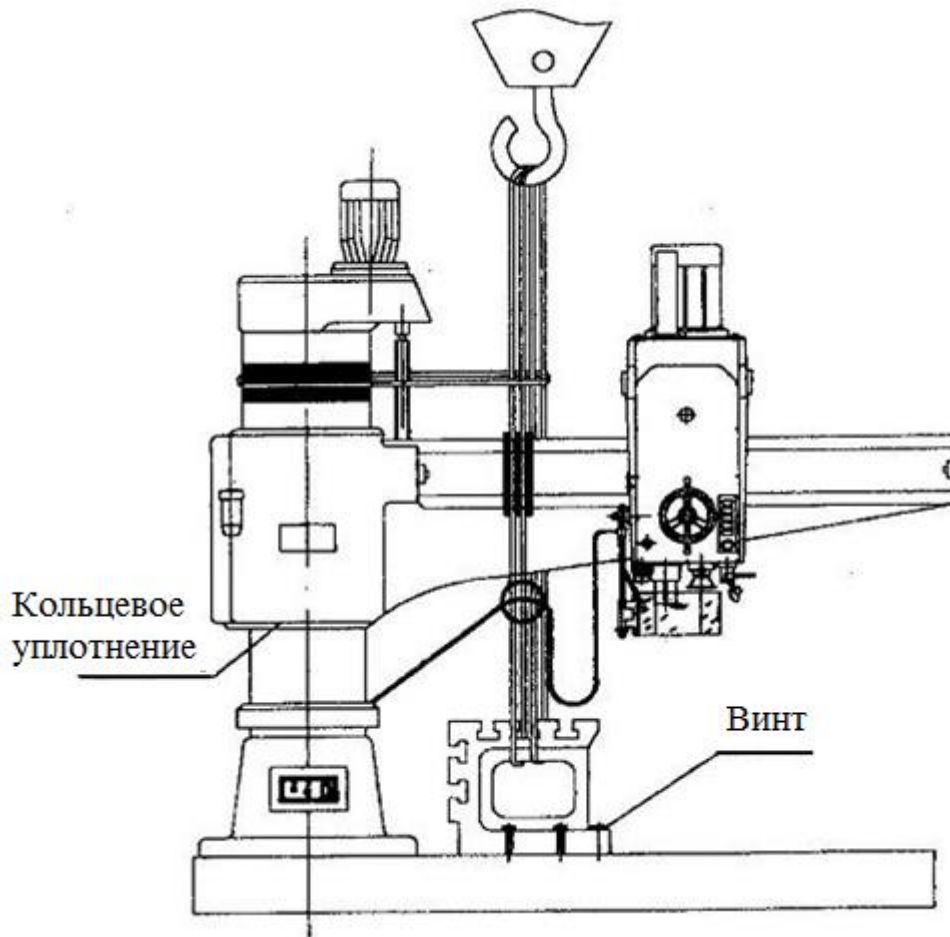

Рис. 2.2
2.2 Подъем всего станка (Рис. 2.2)
Примечание: 1. Уплотнительное кольцо под гильзой рукава установлено неправильно, и торцевая крышка не закрывает сборку с левой стороны рукава, ее положение неправильно. Поэтому после установки станка установите правильное положение (Рис. 2.2).